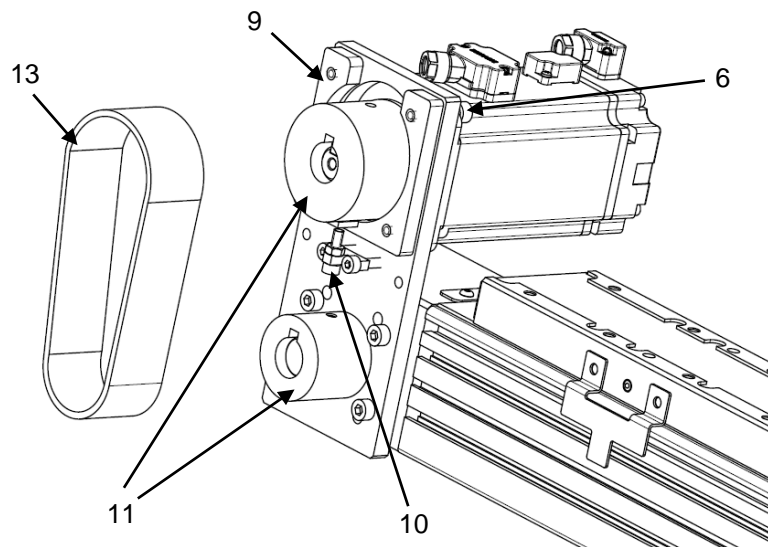

Рисунок 13 – Установка ремня
- 4) Установите зубчатый ремень (поз. 13) на шкивы (поз. 11) (см. рисунок 13). Затяните ремень с помощью регулировки монтажной пластины (поз. 9). Затяните винты (поз. 6) и винт с гайкой (поз. 10);